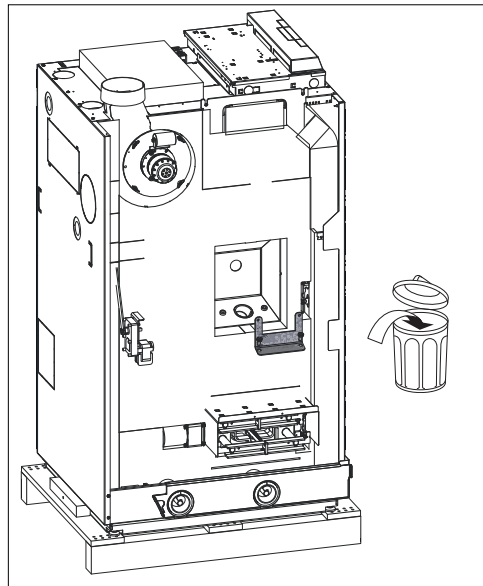

Fig. 32 Transportbefestigung (Blech-Winkel) entfernen und fachgerecht entsorgen
- ▶ Transportbefestigung (Blech-Winkel) entfernen und fachgerecht entsorgen, wird nicht mehr benötigt – Fig. 32.